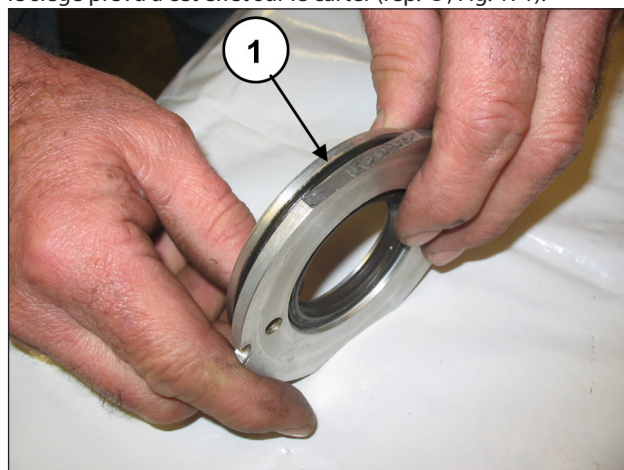
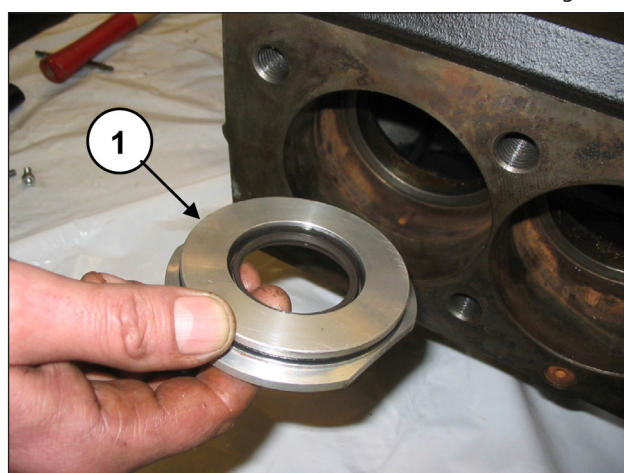

Fig. 170
Fig. 171
Placer le joint torique (rep. ①, Fig. 170) dans le siège du couvercle du joint d'huile et insérer le groupe assemblé dans le siège prévu à cet effet sur le carter (rep. ①, Fig. 171).